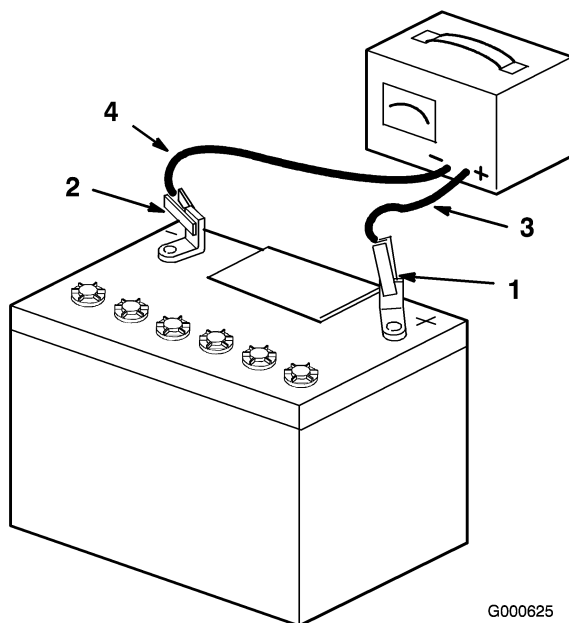

Figura 47
4. Quando la batteria è completamente carica, staccate il caricabatterie dalla presa elettrica e scollegate i cavi di ricarica dai poli della batteria (Figura 47).